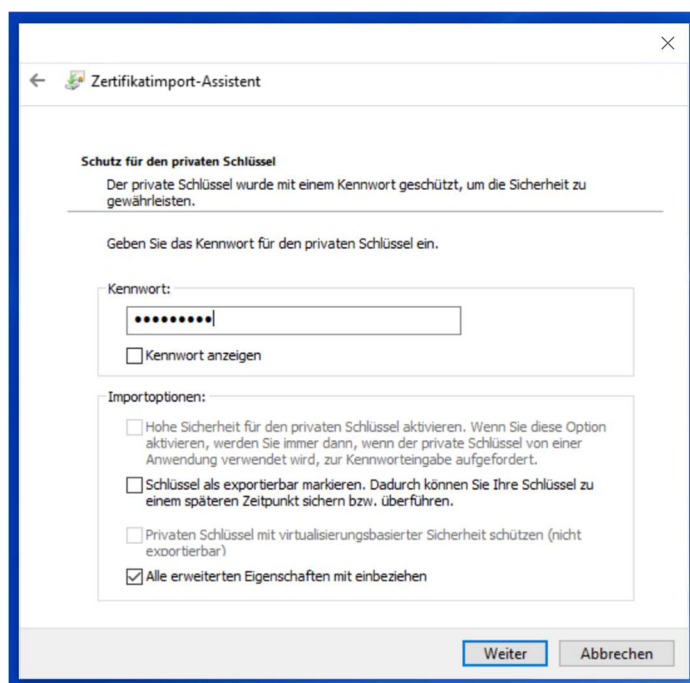

Bild 3.3: Zertifikatimport-Assistent Schutz für den priv. Schlüssel- Fenster [1]
- Dieses Fenster (Bild 3.3) dient dem Schutz für den privaten Schlüssel. Daher muss ein Kennwort eingetragen werden. Hier trägt man als Passwort ***EPA_leakwatch*** ein. Als Importoption belässt man es bei der Option *Alle erweiterten Eigenschaften mit einbeziehen*. Anschließend klickt man auf *Weiter*.